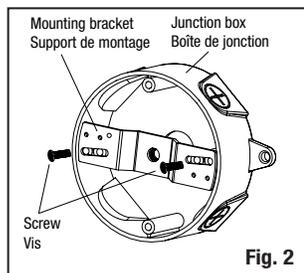

Fig. 2
2. Attach the mounting bracket to the junction box with screws (Fig. 2).
2. Fixer le support de montage à la boîte de jonction à l'aide des vis (Fig. 2).